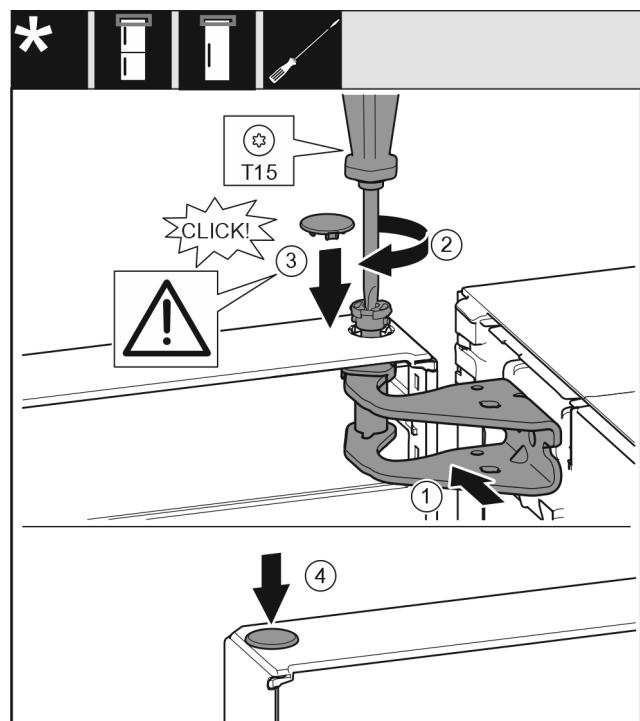

Fig. 19
- ▶ Dveře nahoře vyrovnejte s otvorem ve stojanu ložiska. Fig. 19 (1)
- ▶ Vložte čep a pevně jej utáhněte šroubovákem T15. Fig. 19 (2)
- K zajištění dveří namontujte bezpečnostní kryt: Bezpečnostní kryt nasadte a zkонтrolujte, zda přiléhá na dveře. V opačném případě čep zcela zasuňte. Fig. 19 (3)
- Vložte zátku. Fig. 19 (4)